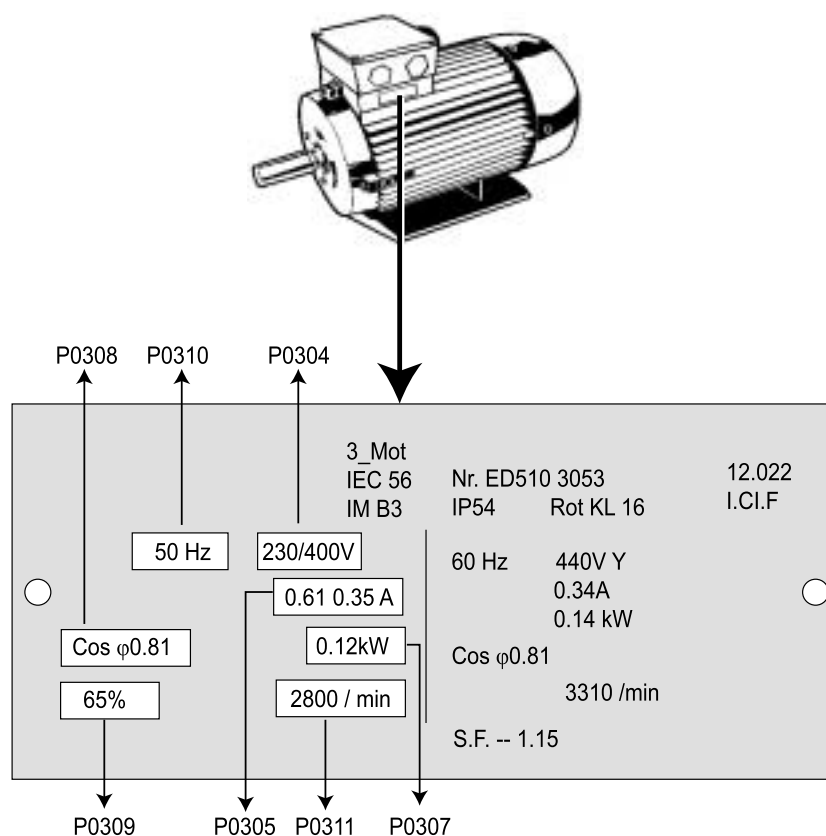

Figura 3-7 Ejemplo placa de características típica motor
3. El convertidor está programado de fábrica para aplicaciones estándar asociado a motores estándar de cuatro polos de Siemens con la misma potencia nominal que el convertidor. Si se utilizan otros motores es necesario introducir sus especificaciones tomadas de la placa de características correspondiente. En la Figura 3-7 puede verse la forma de leer los datos del motor.